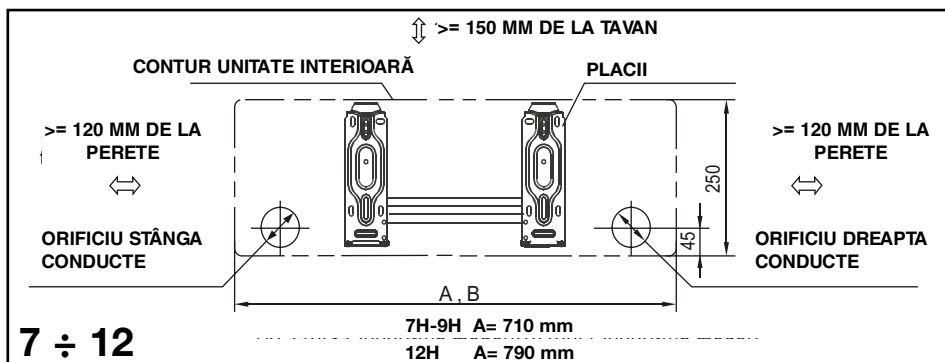
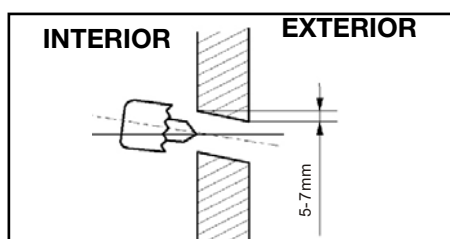

fig.1b
fig.2
4. Practicați în perete găurile de trecere pentru țevi și pentru conexiunile electrice (diam. 65 mm, 95 mm mod. 24)(fig.1b,1c,1d). Gaura prin care va trece tubul de evacuare trebuie să fie înclinată spre exterior, cu secțiunea de ieșire situată la o înălțime mai mică cu 5-10 mm față de cea de intrare, pentru a favoriza scurgerea condensului (fig. 2).